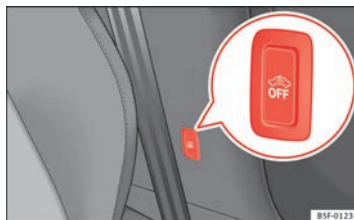

Fig. 51 Tecla de vigilancia del habitáculo / de la protección antirremolcado
- Para desconectar la vigilancia del habitáculo y la protección antirremolcado, apague el contacto y pulse la tecla ⇒ fig. 51. El testigo de la tecla se enciende.